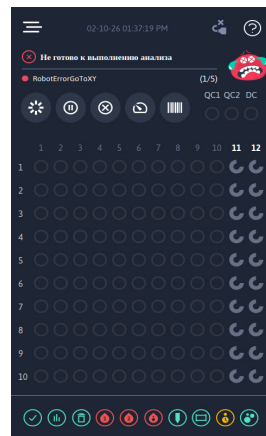

Рисунок 70
1. При нажатии кнопки Continue (Продолжить) анализатор iSED PRO останется в состоянии паузы и на основном экране появится сообщение «Не готов к анализу» (Not Ready to Test) в строке состояния (рис. 70).